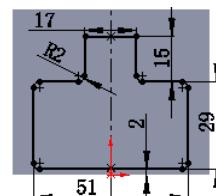

图 16.6.5 横断面草图
- ② 定义横断面草图。在草图环境中绘制图 16.6.5 所示的横断面草图。
- ③ 选择下拉菜单 **插入(I)** → **退出草图** 命令，退出草图环境，此时系统弹出“凸台一拉伸”对话框。
- (3) 定义拉伸深度属性。
- ① 定义深度方向。采用系统默认的深度方向。
- ② 定义深度类型和深度值。在“凸台一拉伸”对话框 **方向1** 区域的下拉列表中选择 **给定深度** 选项，在 **输入** 中输入深度值 2.0，选中 **合并结果(M)** 复选框。
- (4) 单击 **确定** 按钮，完成凸台一拉伸 2 的创建。